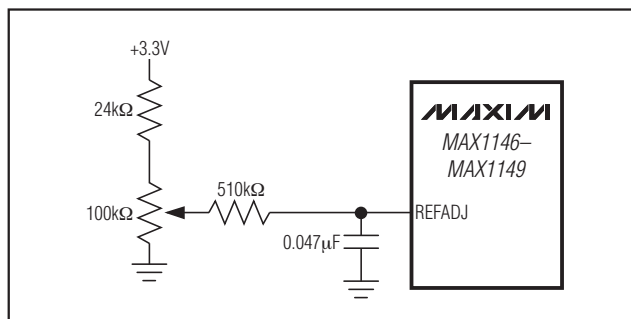

图13. 基准调整电路
- 2) 将外部基准连至 REFADJ，使用内部基准缓冲(图 13)。